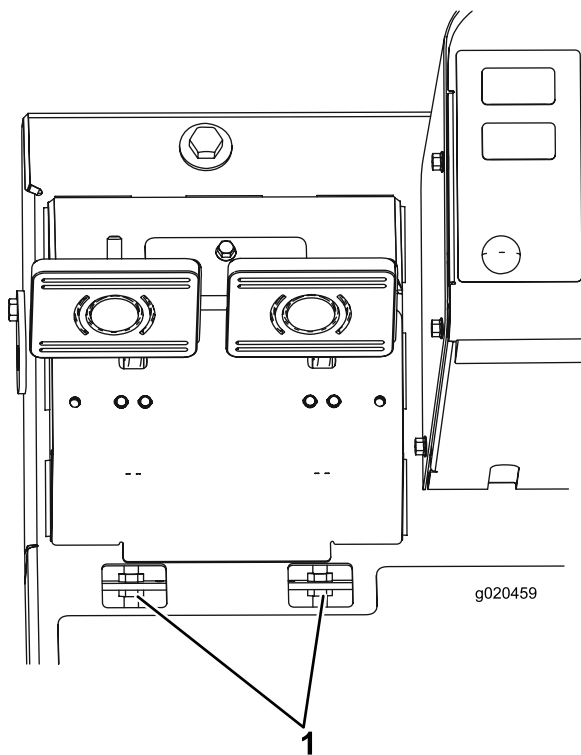

Bild 94
- Lockern Sie die vordere Mutter an der Gewindeseite des Bremszuges (Bild 94).